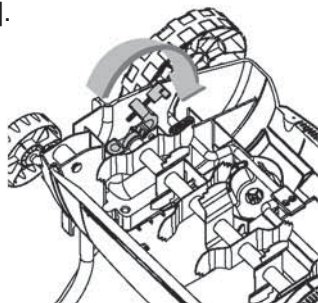

Fig.11
- > Desserrez la vis de la bride à l'extrémité du tambour du Scarificateur meuse [Fig. 11].